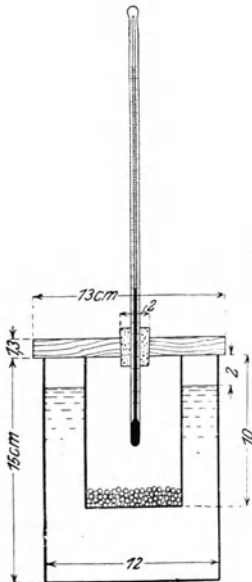

Fig. 105.
**Anleitung.** a) Setze mit einem durchbohrten Kork das Thermometer in den Holzdeckel ein (Fig. 105). Ist die Durchbohrung zu eng, so erweitere sie mit der Rundfeile; ist sie zu weit, so streife über die Thermometerröhre einen Kautschukring (kurzes Schlauchstück). Zieh das Thermometer wieder aus dem Kork heraus. Fülle das große Glas mit Wasser von Zimmerwärme und setze das Blechgefäß hinein. Beschwere den Becher so mit Schrot, daß er das Holzbrett nicht empodrückt, und verhindere durch Korkstücke, daß er an der Wand des Glases anliegt. Der Wasserspiegel im Glas soll  $\sim 2$  cm unterhalb des Randes liegen.